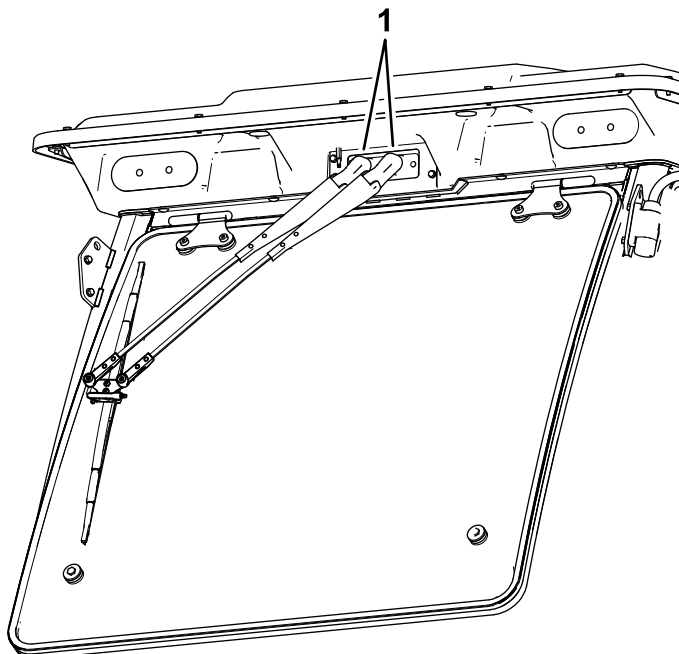

Figura 147
1. Abra los tapones en la parte superior de los brazos del limpiaparabrisas (Figura 147).